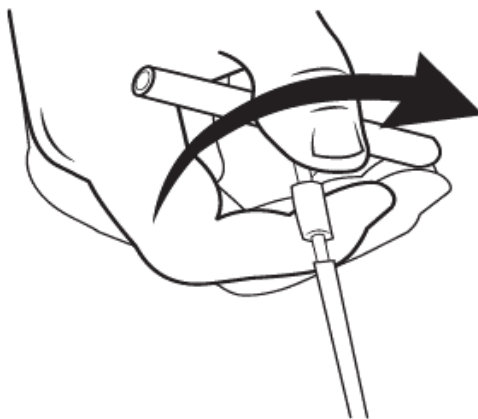

Рисунок 28. Снятие рукоятки инструмента для туннелирования
6. После того, как кончик инструмента для туннелирования появится полностью, отвинтите и уберите рукоятку инструмента для туннелирования (рисунок 28).